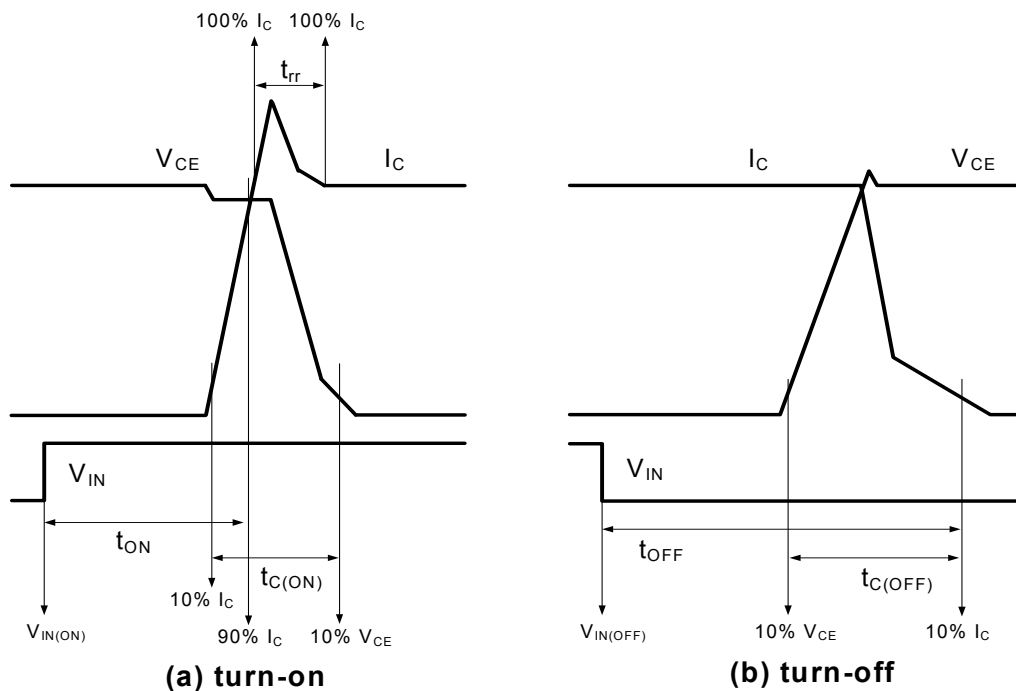

图 4. 开关时间的定义
6. t_{ON} 和 t_{OFF} 包括模块内部驱动 IC 的传输延迟时间。 $t_{C(ON)}$ 和 $t_{C(OFF)}$ 指在内部给定的栅极驱动条件下, IGBT 本身的开关时间。详细信息, 请参见图 4。